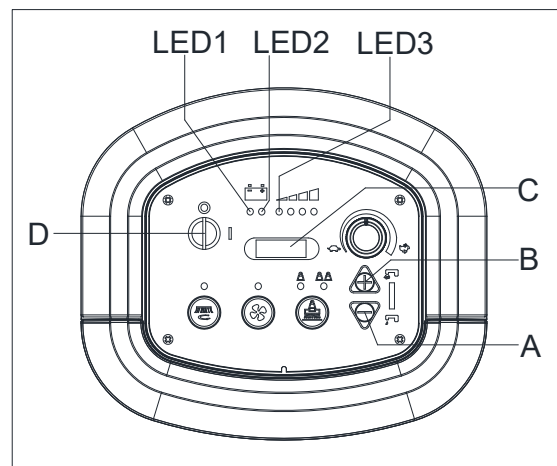

Figura 4.2
1. Apăsati ambele butoane (A, Figura 4.2) și (B) în același timp, Introduceți cheia de contact (D) și porniți alimentarea, după 0,5 secunde, introduceți modul de setare a bateriei. Afișajul LED în timpul setării (C), Eliberați butoanele.
2. Modul poate fi schimbat de la 0 la 5 prin apăsarea butonului (B) sau trecerea de la 5 la 0 prin apăsarea butonului (A). După terminarea setării pentru modul de baterie, opriți alimentarea (D) și noua setare a modului bateriei poate fi salvată automat.